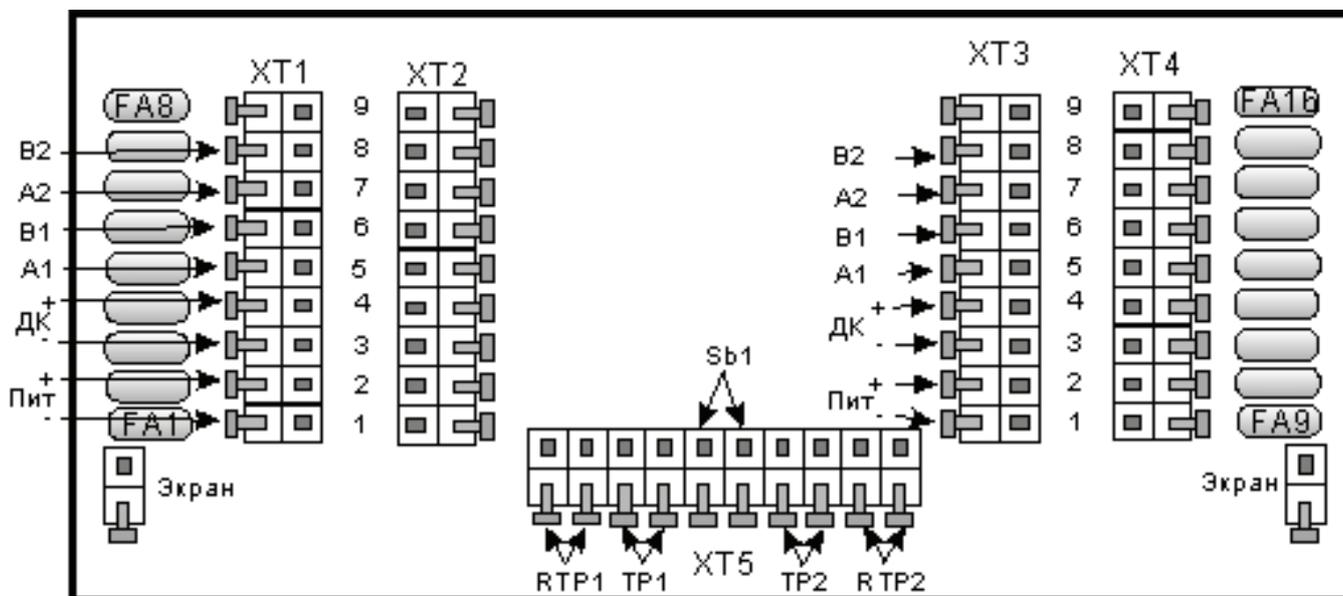

Рис.3
4.2. Разметка для крепления **КСУМ** на поверхностях (стена, заграждение и т. д.) приведена на рисунке 2. Расположение вводов на рис. 3.
4.5. Ввод и подключение линейных кроссовых кабелей в **КСУМ** произвести следующим образом: выкрутить зажимные гайки до полного освобождения уплотнительных прокладок внутри гермовводов (когда прокладки не сжаты, а приняли правильные формы). Концы кабелей пропустить в отверстия гермовводов, провода кабелей освободить от оболочек на ~70 мм не причиняя вреда проводникам проводящих оболочек, снять изоляцию с 5 мм токопроводящих жил. Вкрутить зажимную гайку до обжатия прокладкой оболочки кабеля. В соответствии с кросс-схемой проекта (позволяющей однозначно подключить кроссовые кабели), подключить токопроводящие жилы к зажимам на плате (см. Рис.3) с обратной стороны шасси (контакт раскрывается при нажатии на соответствующий рычажок). Проводники проводящих оболочек подключить к зажимам обозначенным «Экран» или «L». К зажимам транслирующим линии питания («±Пит») и дистанционного контроля («±ДК») подключить соответствующие проводники кабелей. Одноименные зажимы «А1» («В1», «А2», «В2») соединены между собой и предназначены для трансляции линий требующих ответвлений (отводов) к подключаемым к «Гр.1» и «Гр.2» извещателям. Если используется дополнительная плата (**КСУМ-40**), подключить остальные токопроводящие жилы кабелей к ее контактам и закрепить плату на шасси с помощью соответствующих винтовых соединений.